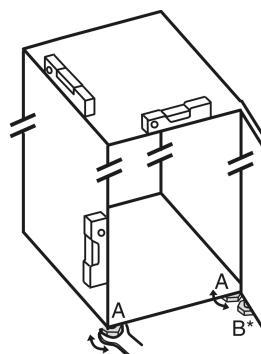

Fig. 28
- Zhvendosni këmbëzat me rregullim Fig. 28 (A) me çelës fiso dhe me ndihmën e një niveli me ujë, derisa pajisja të jetë niveluar mirë.
- Zhvendosni këmbëzat me rregullim Fig. 28 (B) në bazamentin mbështetës me çelësat fiso të përfshirë në paketim, derisa të jetë mbështetur mbi dyshtemë.
- Rrotullojeni këmbën me rregullim Fig. 28 (B) sërish maksimumi 90°, për të parandaluar dëmtimin e derës.